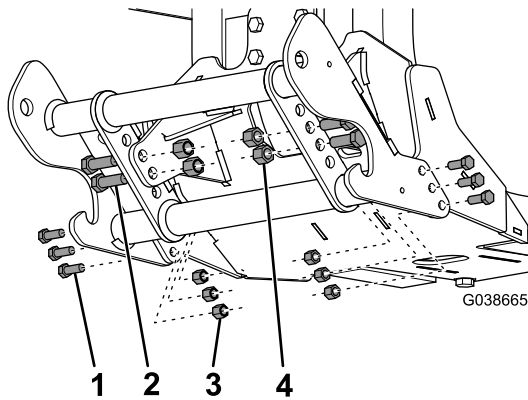

**Figure 2**
- Fixez l'arrière de la plaque de protection du chasse-neige au véhicule à l'aide de 2 boulons (M12), 4 rondelles, 2 entretoises et 2 écrous (M12) serrés à la main (Figure 2).